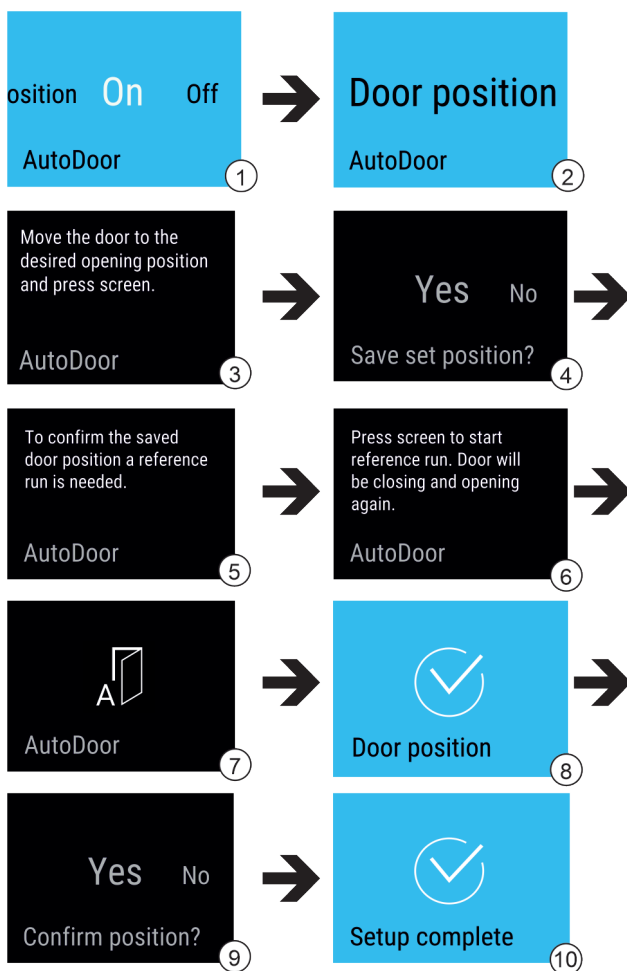

Fig. 14
- ▶ Sélectionner la fonction AutoDoor. Fig. 14 (1)
- ▶ Balayer l'affichage à l'écran jusqu'à ce que Door position apparaisse. Fig. 14 (2)
- ▶ Configurer l'angle d'ouverture de porte : ouvrir la porte au moins à 70°. Fig. 14 (3)
- ▶ Confirmer l'angle d'ouverture de porte : appuyer sur le message affiché à l'écran. Fig. 14 (4)
- ▶ Lancer la course de référence : appuyer sur l'écran. Fig. 14 (6)
- ▷ La course de référence démarre. Fig. 14 (7)
- ▷ L'écran clignote. Fig. 14 (7)
- ▷ La course de référence a été exécutée avec succès : l'affichage s'allume en bleu pendant 2 secondes. Fig. 14 (8)
- ▶ Confirmer l'angle d'ouverture de porte. Fig. 14 (9)
- ▷ L'affichage s'allume en bleu. Fig. 14 (10)